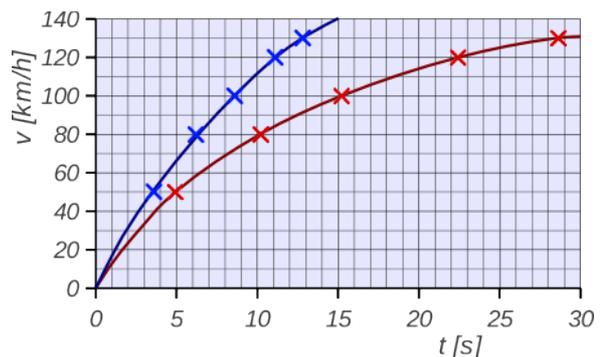

Fig. 52
In Autozeitschriften findet man die Zeiten welche Autos benötigen um eine bestimmte Geschwindigkeit zu erreichen. So findet man z.B. für die Autos Fiat 500L und VW Golf 2.0 TDI die Werte in der Tab. 4. Daraus ergibt sich das Diagramm von Fig. 52.
a) Aus dem Diagramm von Fig. 52 ergibt sich, dass die Fahrzeuge nach zwei Sekunden eine Geschwindigkeit von  $24 km/h$  bzw.  $34 km/h$  erreichen. Daraus errechnet man die Beschleunigungen: